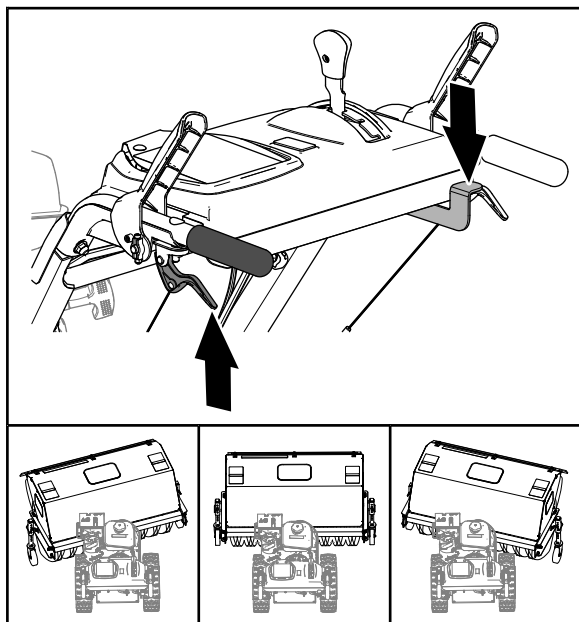

Figura 20
3. Empuje la palanca hacia abajo con el dedo pulgar de la mano derecha (Figura 20).
4. Apriete la palanca del embrague de la rueda izquierda hacia la empuñadura (Figura 20) y empuje la carcasa del cepillo al ángulo deseado.